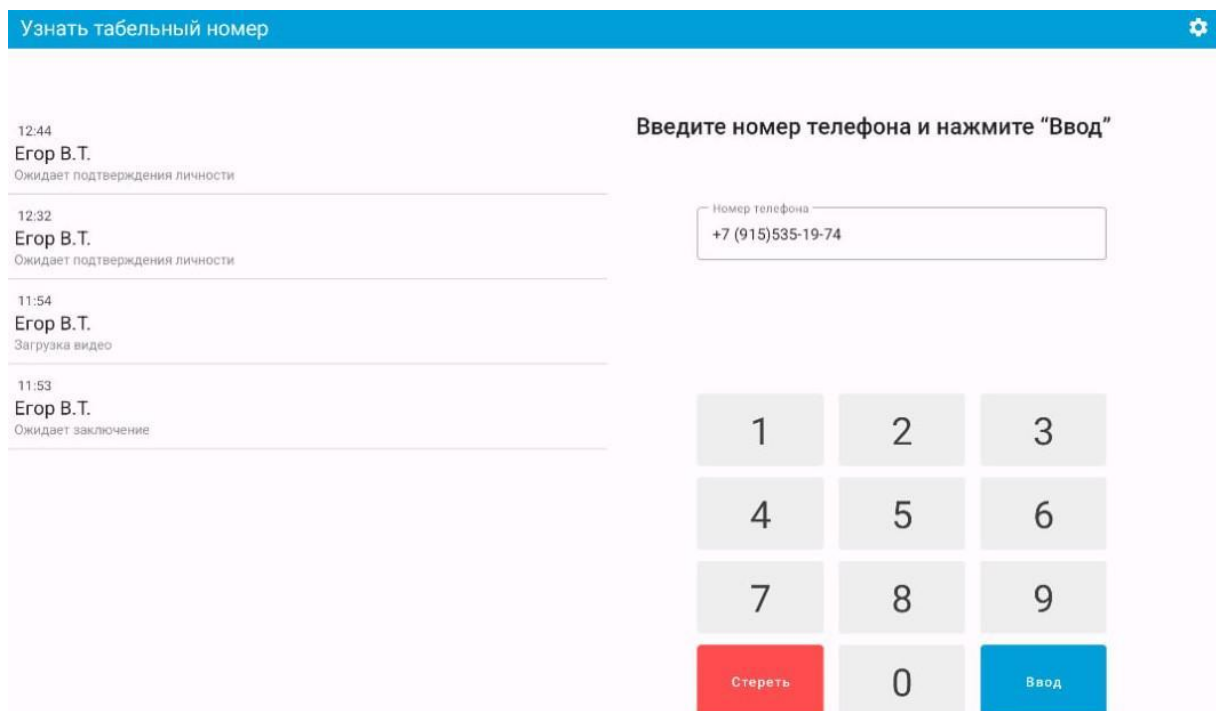

Рис. 24 Авторизация
7. Открывается экран авторизации. Строка с ФИО сотрудника находится в статусе «Ожидает подтверждения личности» (рис.24).